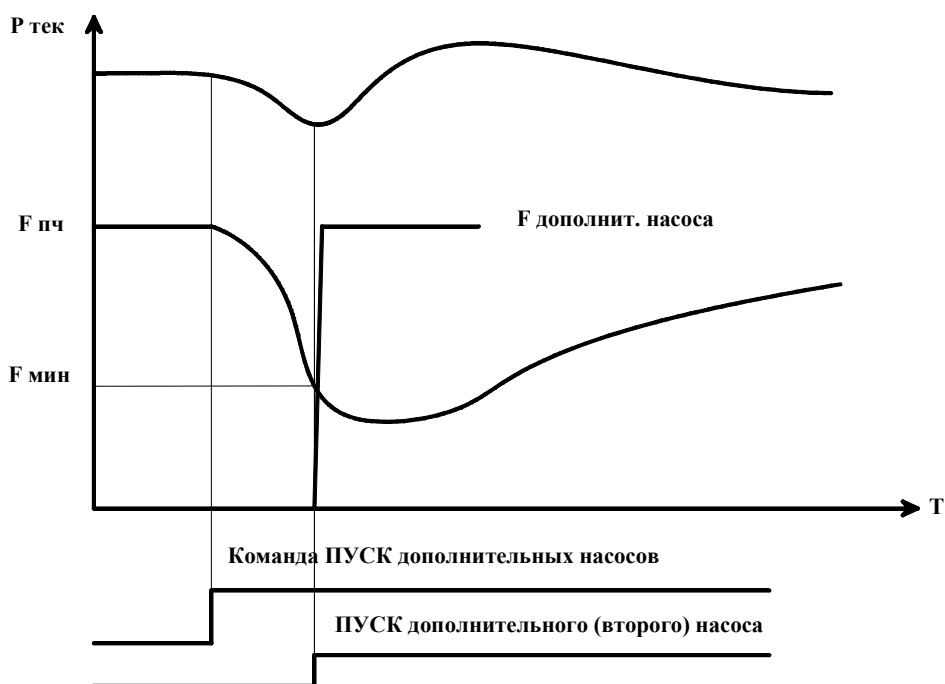

Рис. 4.1. Прямой пуск второго насоса в режиме снижения частоты
**Прямой пуск.** При наличии в системе управления команды «Пуск» через программируемое или расчетное время второй насос подключается к сети прямым пуском. При этом в системе предусмотрена функция снижения частоты преобразователя до программируемого значения  $F_{\text{мин}}$  для уменьшения гидроудара в сети. При активной функции снижения частоты преобразователя пуск второго насоса производится только после снижения частоты питающего напряжения регулируемого насоса до заданного (программируемого) уровня (рис. 4.1).